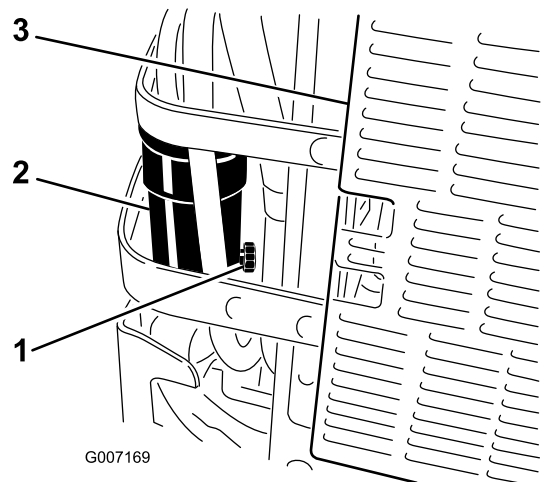

Bild 54
6. Öffnen Sie das Ablassventil am Wasserabscheider um ca. eine Umdrehung, damit das Wasser und andere Verunreinigungen ablaufen können (Bild 54).
7. Schließen Sie das Ablassventil, wenn Diesel austritt (Bild 54).